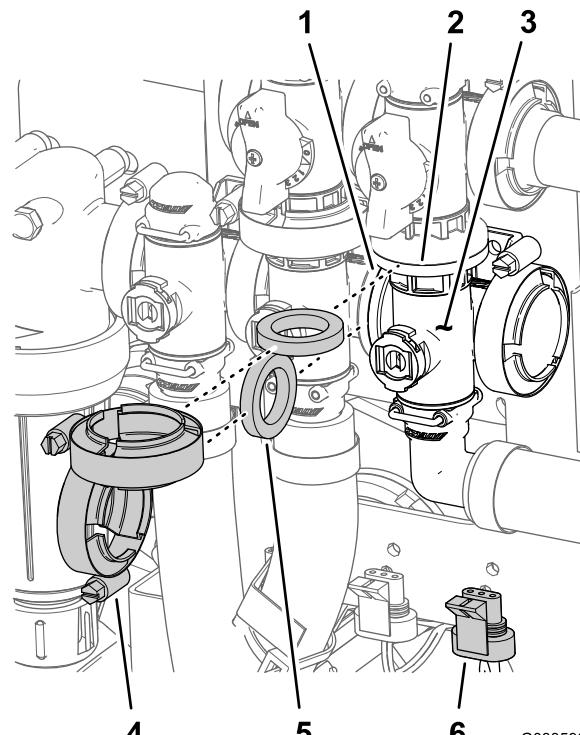

Figure 117
1. Retirez les colliers à bride et les joints qui fixent le collecteur de la vanne générale des rampes (Figure 117) à la vanne de dérivation générale, la vanne d'agitation et le raccord à bride coudé à 90° (au bout du flexible du débitmètre).